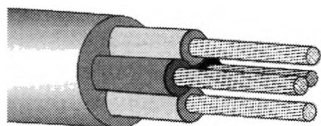

Рис. 2.10. Провод ПВХ
**ПВС.** Медный многожильный провод с изоляцией и оболочкой из ПВХ. Оболочка проникает в пространство между жилами, придавая проводу круглую форму и плотность. Жилы многопроволочные, их количество колеблется от 2 до 5, сечение — от 0,75 до 16 мм2 (рис. 2.10). Номинальное напряжение — до 380 В, частота — 50 Гц. Изоляция жил имеет цветовую маркировку, оболочка белая. Провод используется для присоединения различных электроустройств, начиная с бытовой техники и заканчивая садовым инвентарем. Благодаря гибкости и легкости применяется также для проведения освещения и монтажа розеток. ПВС является бытовым проводом, используемым для изготовления удлинителей, шнуров для любого вида техники и ремонта электросетей. Он негорюч (при одиночной прокладке не распространяет горение), термостоек в широком